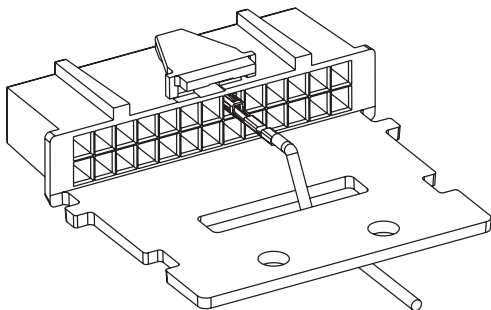

Figura 1a. Dispositivo antitrazione per fili
6. Cablare i fili attraverso il connettore, come illustrato nella *Figura 1a*; alternativamente, se alla radiomobile sono collegati più accessori, cablare i fili come descritto nella *Figura 1b*, quindi, dopo